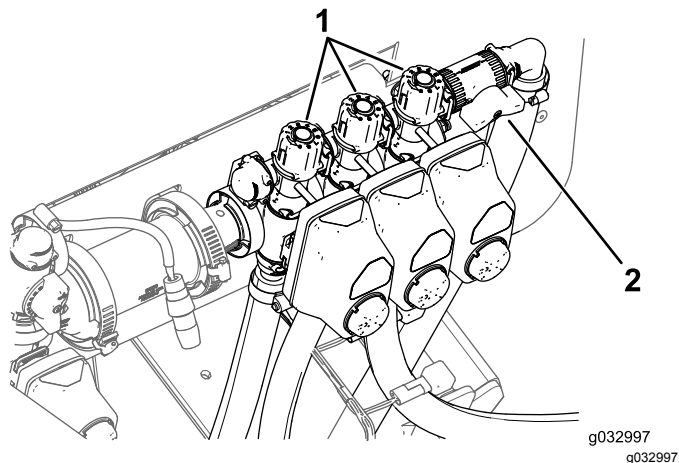

图 47
11. 关闭左喷洒臂并调节喷洒臂旁通旋钮 图 47 直至显示的喷洒率达到表中所示的先前水平。
13. 调节右喷洒臂旁通旋钮 图 47 直至显示的喷洒率达到表中所示的先前水平。
15. 调节中央喷洒臂旁通旋钮 图 47 直至显示的喷洒率达到表中所示的先前水平。